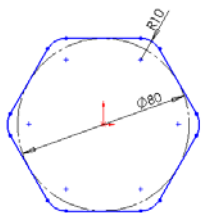
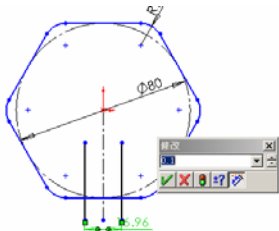

图 9-113 绘制六边形
图 9-114 绘制两条竖直直线
① 绘制第一个草图。在左侧的“FeatureMannger 设计树”中选择“上视基准面”作为绘图基准面，然后选择菜单栏中的“工具”→“草图绘制实体”→“多边形”命令或者单击“草图”工具栏中的“多边形”图标, 绘制一个六边形，标注六边形内接圆直径值为：80。将六边形尖角进行圆角，半径值为：10，如图 9-113 所示。绘制一条竖直的构造线，然后绘制两条与构造线平行的直线，单击“添加几何关系”图标, 选择两条竖直直线和构造线添加“对称”几何关系，然后标注两条竖直直线距离值为：0.1，如图 9-114 所示。